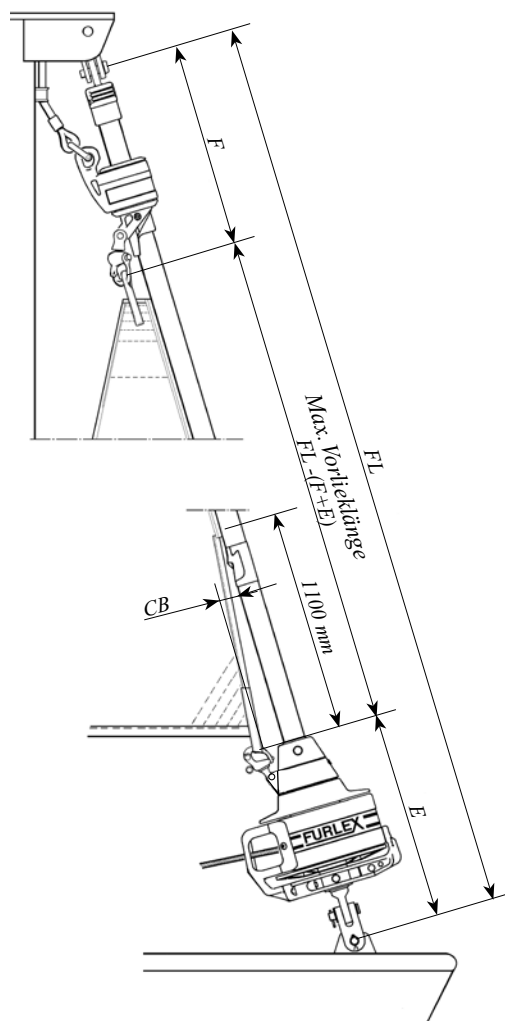

Abb. 7.1.b
- Das Segel muß in vieler Hinsicht dem Furlex-System angepasst werden. (Die max. Vorlieklänge wird wie aus der Tabelle 7.1.1 und Abb. 7.1.b. FL - (F+E) hervorgeht, berechnet.) (Vorhandene Vorstaglänge laut. Tabelle 3.5.1 – Fallhornabzug-Halshornabzug.)